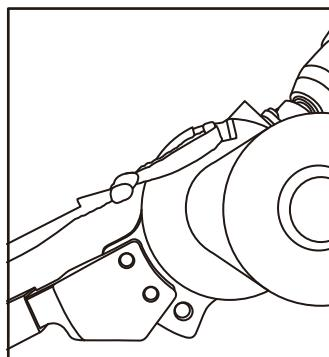
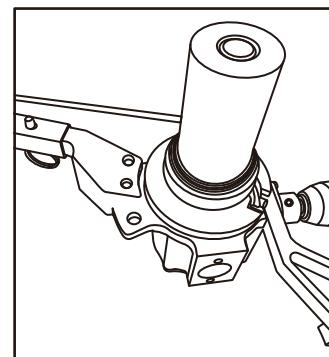

Figure 7
Figure 8
C. Lorsque vous tirez à partir du côté, faites une boucle à l'extrémité du ruban polyligne/mule et fixez l'œil autour de la tige pour ruban polyligne/mule (10) sur le cabestan (1) (figure 7). Cela permettra au ruban polyligne/mule de s'accumuler de façon continue sur le cabestan (1) (figure 8). Mettez la perceuse de 18 volts en marche ARRIÈRE et enclenchez le moteur de la perceuse.